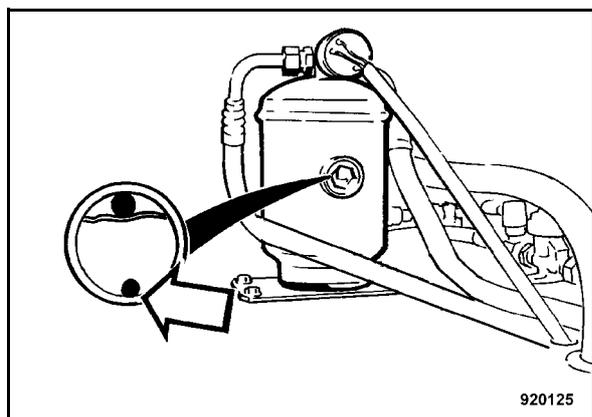

Рис. 153
- Проверить индикаторный шарик влажности (Рис. 153) в указателе уровня блока осушителя / паросборника.